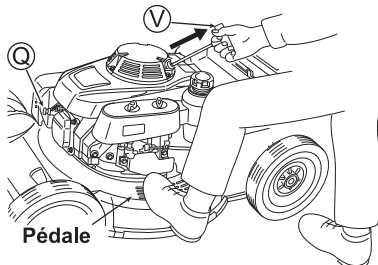

Fig. 12 6
- 1 Installez le capuchon de la bougie (Q). (Voir Fig. 12)
- 4 Pour démarrer le moteur, placez un pied sur la pédale du logement, tirez doucement sur le bouton du Démarreur (V) et arrêtez temporairement de tirer lorsque vous sentez une certaine résistance du bouton (Voir Fig. 12), puis tirez fortement sur le bouton à partir de cette position. Après cela, faites doucement revenir le bouton du Démarreur (V) dans sa position initiale.